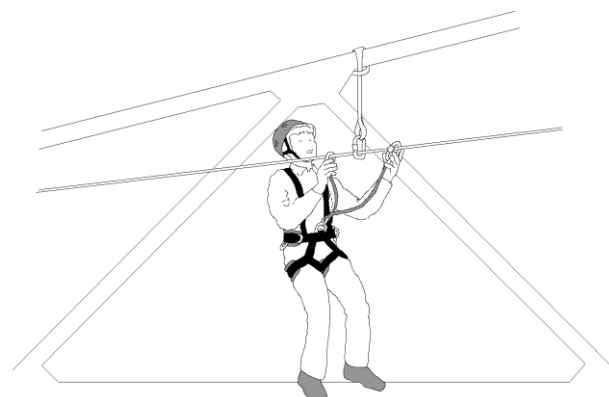

Imagen 8.
- A continuación se desplaza hasta el entronque de la cruceta, asegurándose con el elemento de amarre en Y (Imagen 8), haciendo un nudo en la línea de vida de forma que el tramo horizontal quede independiente de los movimientos del tramo vertical.